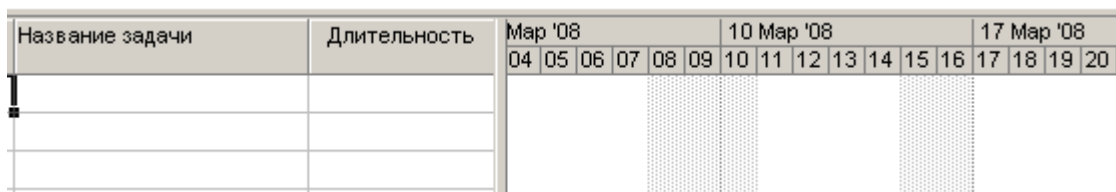

Рис. 8
- Выберите команду контекстного меню (Нерабочее время). На экране появится диалог (Шкала времени) с открытой вкладкой (Нерабочее время) (рис. 8).